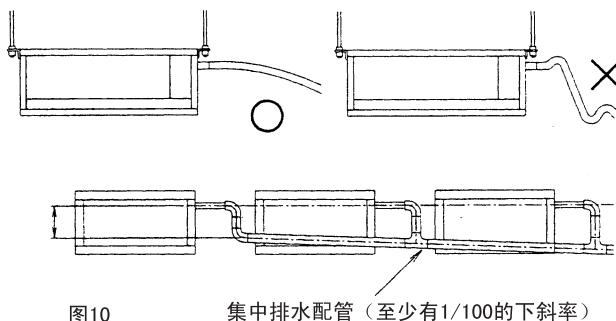

图10
- 排水管要尽量短并向下倾斜，斜率至少 1/100，以防止形成空气栓塞。（请参看图 10）
- 如果使用集中排水管，请如图10所示形式连接。